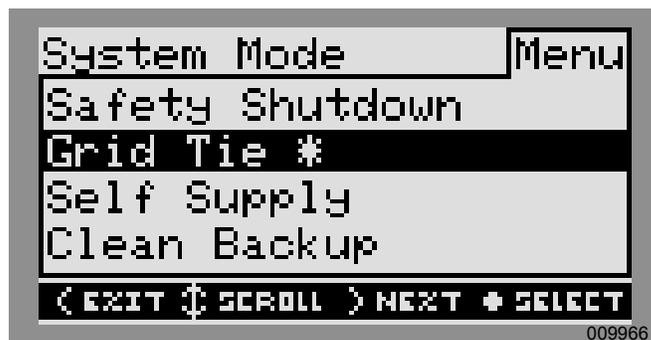

Figure 3-4. Sélectionner un mode de fonctionnement (2 sur 4)
2. Voir la Figure 3-4. Une liste des modes de fonctionnement s'affiche, le mode actif étant repéré par un astérisque.
REMARQUE : Il se peut que la liste ne comporte pas tous les modes indiqués sur la Figure 3-4.